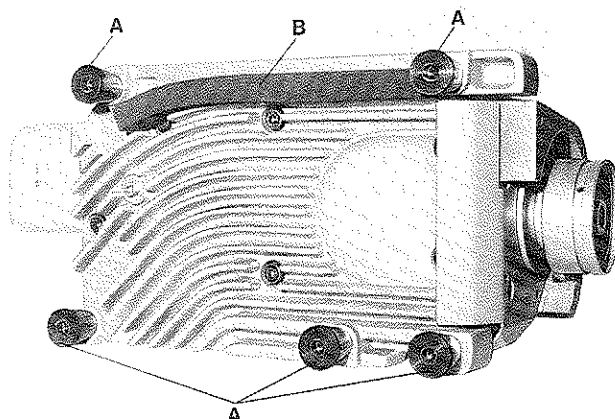

Fig.1
2. Insert the 5 rubber isolators (A, Fig. 1) in the provided holes in the table board and insert the rubber profile (B) in the base plate of the sewing machine.
2. Setzen Sie die 5 Gummipuffer (A, Fig. 1) in die dafür vorgesehenen Bohrungen in der Tischplatte ein und legen den Profilmgummi (B) in die Grundplatte der Nähmaschine.